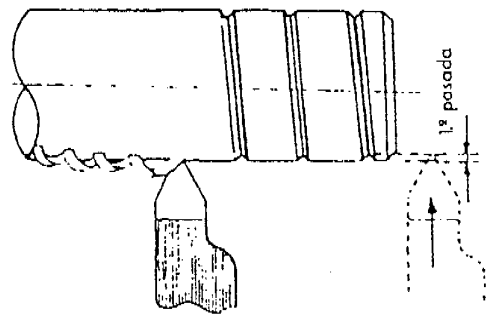

Figura 6 - 1ª pasada
- b. Coloque la profundidad de pasada recomendada ( Figura 6 ).